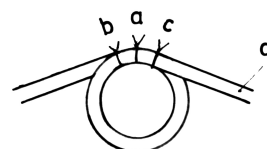

Abbildung 8: Längenkorrektur
- c) Ob die Juffer zu tief oder zu hoch liegt, der Korrekturvorgang ist fast der gleiche (Abbildung 8). Nachdem die Juffer herausgedrückt ist, wird die Position der Zwischenfixierung anvisiert, die bei der Kontrolle gemessene Abweichung wird angezeichnet und eine neue Fixierverknötung gelegt. Nach Entfernung des alten Knotens erfolgt eine neue Umwicklung auf die unter 5 beschriebene Weise. Wie die Abbildung zeigt, ergibt sich aus der Verlegung der Wicklung im Uhrzeigersinn eine Verlängerung und umgekehrt. Für alle Korrekturarbeiten können die Wanten abgehoben werden.